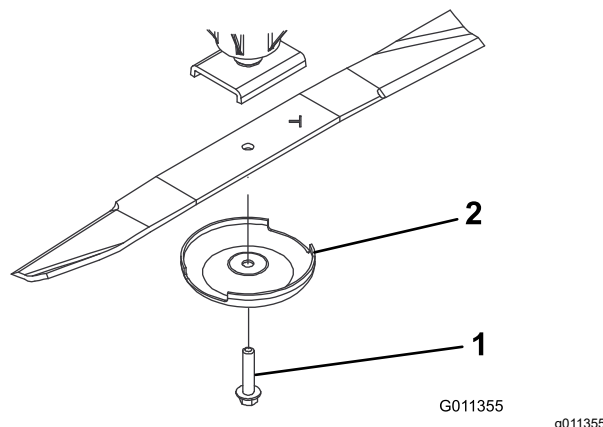

Figura 123
3. Retire del eje de la cuchilla el perno de la cuchilla, el protector de césped y la cuchilla (Figura 123).